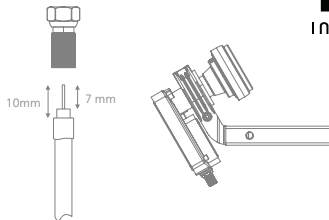

Fig. 4
2. Usun' izolację z kabla i nakręć wtyk typu F* na koniec kabla (Rys.4).